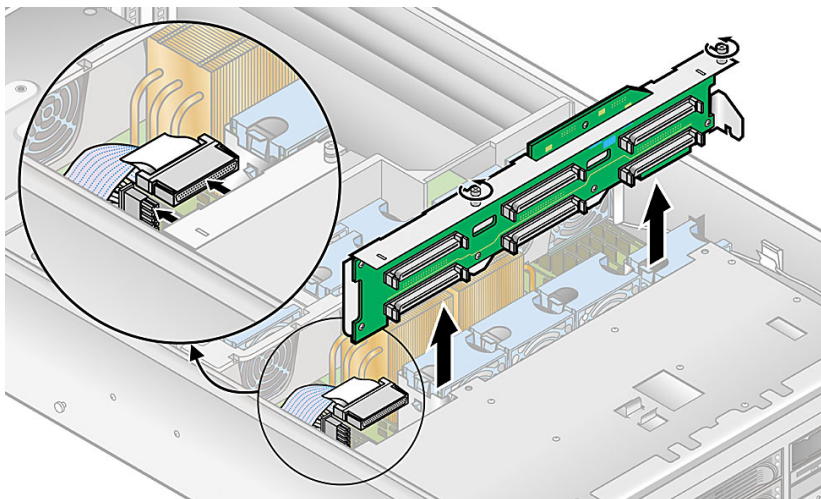

図 4-19 SCSI バックプレーン構成部品の取り外し
4. SCSI バックプレーンの回路基板の背面側に接続されている SCSI 信号ケーブルおよび電源ケーブルを外します (図 4-19 を参照)。
5. SCSI バックプレーン構成部品をシャーシに固定している、2 本の脱落防止機構付きねじを緩めます (図 4-19 を参照)。